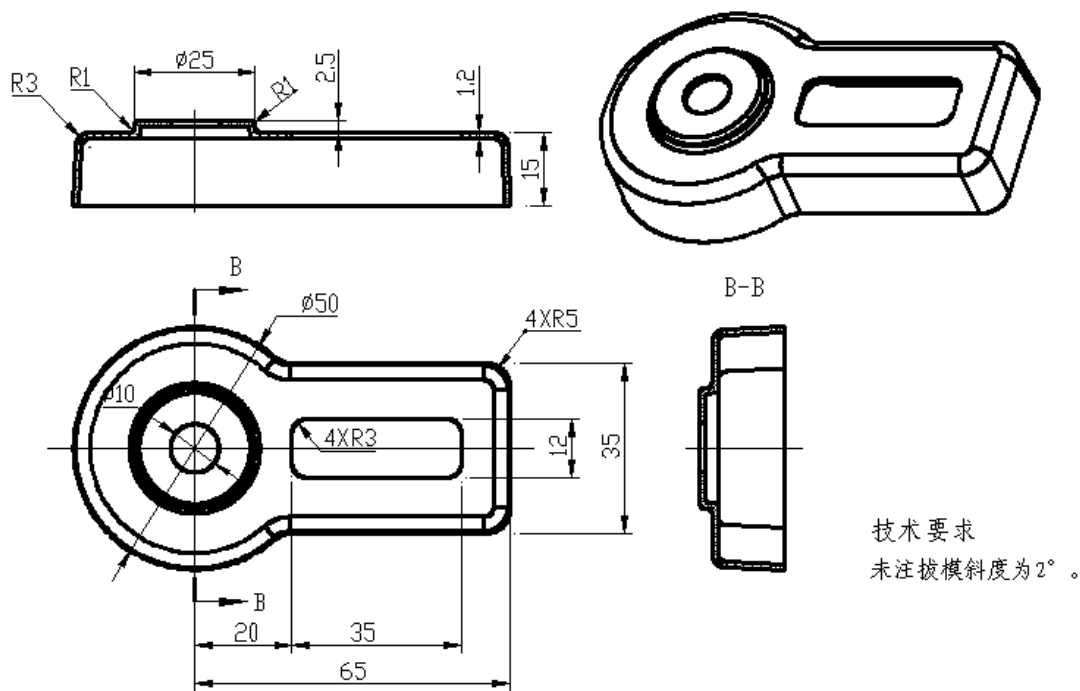

图 2-17 电池盖
按照图2-17的要求，进行电池盖塑件造型及注射模具型腔、型芯零件设计。
- (1) 在F盘下建立考生文件夹，文件夹名称为考生准考证号，塑件三维造型及型腔、型芯设计所完成后的文件都存于此文件夹中。
- (2) 根据图2-17对该塑件进行三维造型设计，文件名称为3DSJ。
- (3) 完成该塑件的注射模具型腔、型芯零件设计，一模两穴。
- (4) 分模文件名称为SJFM，型腔(cavity)和型芯(core)。